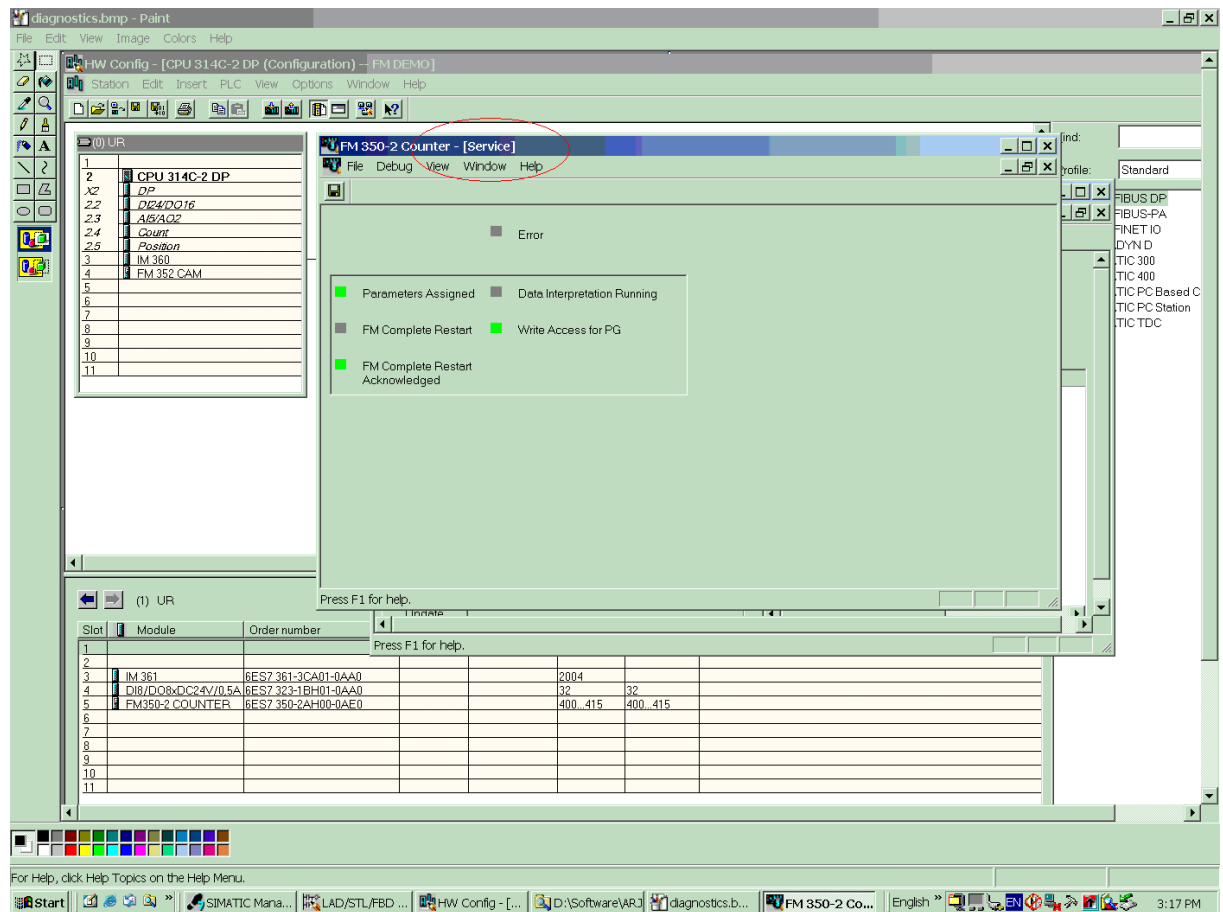

图 9
- 在 FM350-2 模板的“Assigning Parameters”界面中，打开 Debug>Service，可以看到模板的状态信息。如图 9 所示。